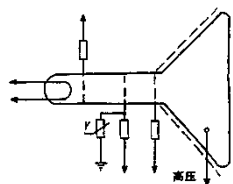

图 2-20 防止显像管跳火的保护电路
(6)防止显像管跳火的保护电路:这类保护电路见图 2-20。